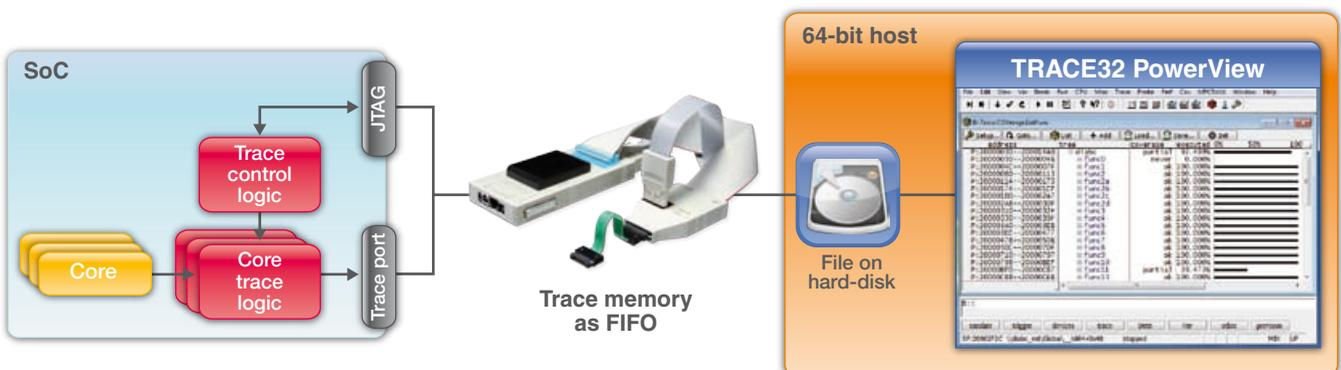

Fig. 8: Jusqu'à 1To de données de trace peuvent être diffusées vers le PC afin d'être utilisées pour l'analyse de couverture de code.
1. Les processeurs utilisés doivent disposer d'une logique de trace (figure 8) produisant au moins une trace de code. En plus, des informations supplémentaires sur le basculement des tâches ainsi que sur les accès mémoire effectués.